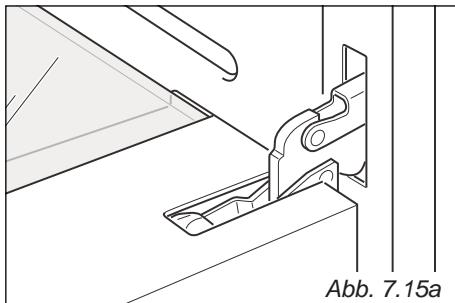

Abb. 7.15a
- Die Tür ganz öffnen (Abb. 7.15a).
- Entriegeln Sie die Tür, indem Sie sie vollständig öffnen und die Haltebügel "A" auf den linken und rechten Türarm schieben (Abb. 7.15a).